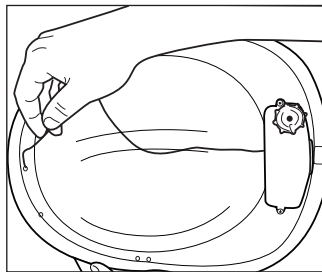

Figure 9
4. Faites passer le fil de l'ensemble des piles jusqu'à l'avant du casque (figure 9).